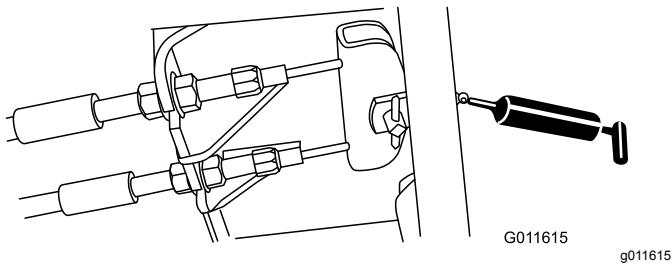

Figura 70
- Pedal do travão (1) (Figura 70)